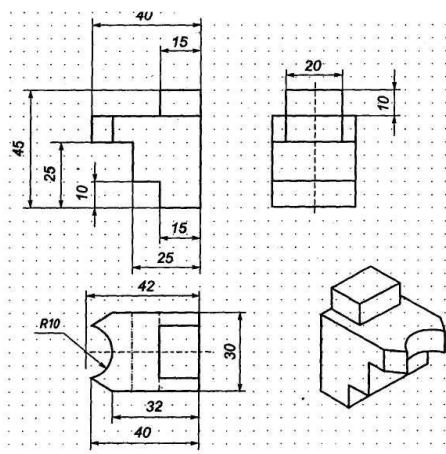

Рисунок 39
15. Повторяем пп.10-12 для отрезков 1-6 (см. рис.39).
20. Плоский чертеж трех видов детали готов (рис.39)
13. В появившемся диалоговом окне Параметры для выдавливания 3-мерной модели подвески задайте параметр толщины подвески  $s_3=3\text{ мм}$  – «На расстояние» 3 мм (см. рис.39).